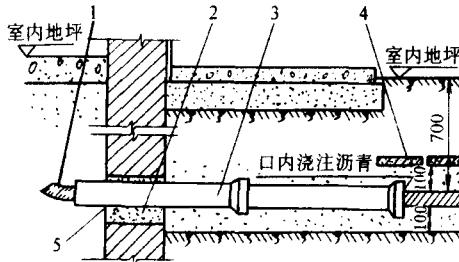

图 1-1
(1) 安装前的准备 目前，各企业已广泛使用的电缆供电方式，既不占据空间，又不影响厂区的美观。敷设电缆的方式有直埋式、沟内敷设、穿管敷设和在隧道内敷设多种。直埋式是目前最常用的较经济的敷设方式，其进入建筑物处的埋设方式之一如图 1-1 所示。由于电缆埋设在地下，这将涉及到地下隐蔽工程等问题，因此在敷设电缆前要做好下列准备工作。
将电缆穿入穿墙缸瓦管和缸瓦管之间相接处的橡胶圈，量好按伸进的电缆尺寸调整电缆，将多余部分伸出室外置于圆弧形沟内，然后将穿有电缆的缸瓦管倾斜抬起，在内侧的缸瓦管喇叭口管内的电缆周围塞上麻、玻璃纤维等类物品，至离管口约100mm即可。然后在管口浇注热沥青，待沥青冷凝后，放平缸瓦管，与另一节缸瓦管合起来放入墙孔中，如图1-1所示。使缸瓦管在建筑物墙内伸出约100mm，将两节缸瓦管中的橡胶圈装入外侧缸瓦管的喇叭口中，将内侧缸瓦管套进橡胶圈内，管口对准、靠紧，用纯水泥在两节缸瓦管连接处浇注，使其密封良好。同时，用防水砂浆将穿保护管的孔口填满。